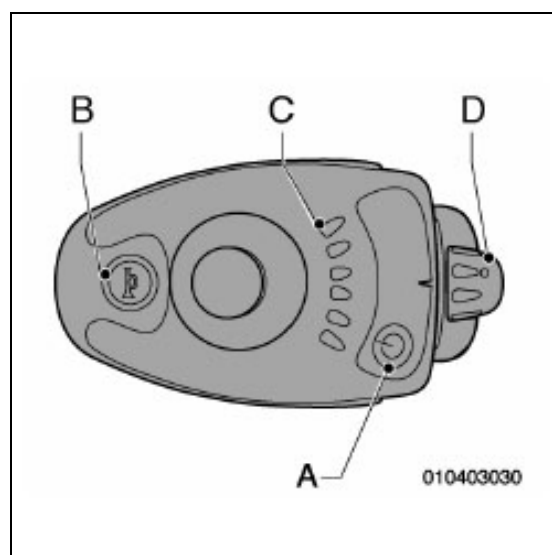

Figure 3.7
- Avec le bouton rotatif (D dans la fig. 3.7) du boîtier de commande de type 'Shark'.